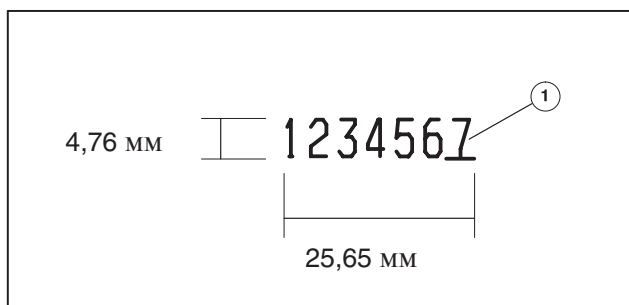

Рис. 63 Нумераторная головка, пример размера шрифта
На Рис. 63 показаны **размеры** используемого на контрольных листах **шрифта**. Последний разряд печатаемой группы цифр, единицы, печатаются **колесом разряда единиц** (Рис. 63/①). Позиция колеса разряда единиц на контрольном листе **подчеркнута**.